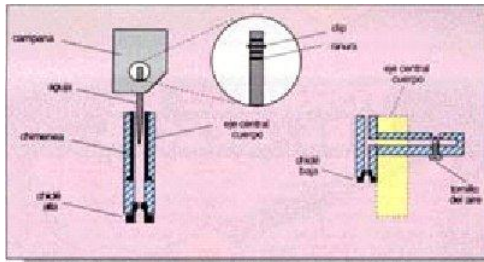

Figura 1. Componentes que intervienen en la carburación.
- Tal como viene la moto de fábrica, lo normal será que no tengamos que cambiar muchas cosas. El paso del estárter, ni tocarlo. El chicle de alta, en contra de lo que ocurre en otras especialidades no es necesario modificarlo, ya que sólo tiene efecto pleno cuando el acelerador abierto a tope. La campana tampoco la vamos a tocar por ahora (las hay con diferentes inclinaciones del bisel). Lo que nos va a llevar más tiempo será el circuito de baja, el conjunto chimenea-aguja y la interacción de ambos. El circuito de baja lo componen el chicle de baja y el tornillo de aire (figura 1). Entre ambos regulan la mezcla gasolina-aire que llega al motor a bajo régimen (figura 2-a). El chicle define el paso de la gasolina líquida. El tornillo limita el paso de aire que se mezclará con ella. El primero es fijo, y el segundo, regulable. Al aflojar el tornillo, su punta cónica va liberando un agujero por el que pasa el aire: cuanto más lo aflojemos, más pobre será la mezcla. Si cambiamos el chicle por otro mayor, entrará más gasolina. Esta estructura es la más usual en todos los carburadores, pero existe una alternativa que es cada vez más frecuente (ver recuadro aparte). Había una antigua regla de oro: aflojar de una a dos vueltas el tornillo, cambiando el chicle si fuera necesario. Esta regla puede valer para otras especialidades, pero resulta demasiado grosera para el trial. Hay que tener en cuenta dos factores: la proporción gasolina-aire y la cantidad de esta mezcla que llega al motor. Por ejemplo, un chicle de 45 y el tornillo aflojado cuatro vueltas pueden dar la misma proporción de mezcla que uno de 38 y dos vueltas, pero el volumen de la mezcla será mayor en el primer caso y el motor responderá de manera distinta. Hay un límite, obviamente; el tornillo no tiene efecto más allá de las cuatro o cinco vueltas.
La parte activa de la chimenea es su hueco interior calibrado (figura1). Por él se desliza la aguja –mandada por la campana-, que consta de una zona cilíndrica superior y un cono inferior (figura 1). Cuando el acelerador está cerrado, o muy poco abierto (como en el caso de la curva muy cerrada en terreno plano), la parte cilíndrica de la aguja está metida dentro de la chimenea y deja pasar muy poca gasolina (figura 2-a). La responsabilidad recae sobre el circuito de baja. Cuando se abre el acelerador, sube la campana, sacando la guja de la chimenea (figura 2-b). El cono deja salir más gasolina, que se mezcla con la mayor cantidad de aire que deja pasar la campana. El motor sube de vueltas y la responsabilidad de la carburación pasa al conjunto cono-chimenea (figura 2-c). El momento en que empieza a actuar el cono se puede regular cambiando de sitio el clip que sujeta la aguja a la campana. Con el clip arriba el cono tarda más en salir y la mezcla es más pobre. Si se abre a tope el acelerador (figura 2-d), el cono saldrá casi completo y la gasolina subirá con un flujo máximo 8el permitido por el chicle de alta). Existen chimeneas con distinto calibre interno; cuanto menor sea éste, menos gasolina pasará entre la chimenea y la guja. Y existen agujas con conos más o menos afilados, y más o menos largos, pero el calibre de la zona cilíndrica siempre es el mismo.